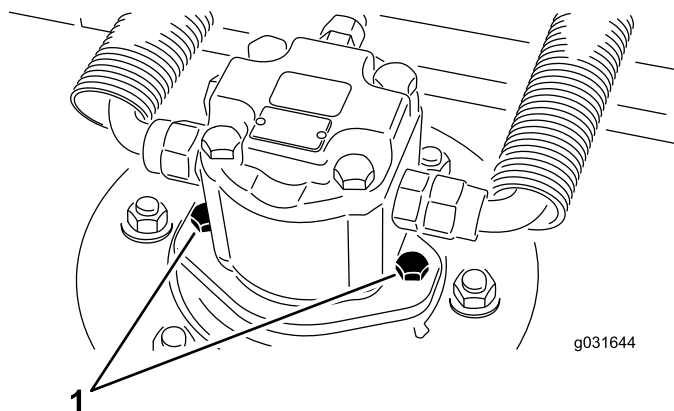

Figure 67
2. Retirez les vis du moteur hydraulique, puis débranchez et déposez le moteur hydraulique de l'unité de coupe (Figure 67).
4. À l'aide des vis de fixation du moteur hydraulique, reposez le moteur hydraulique sur l'unité de coupe (Figure 67).